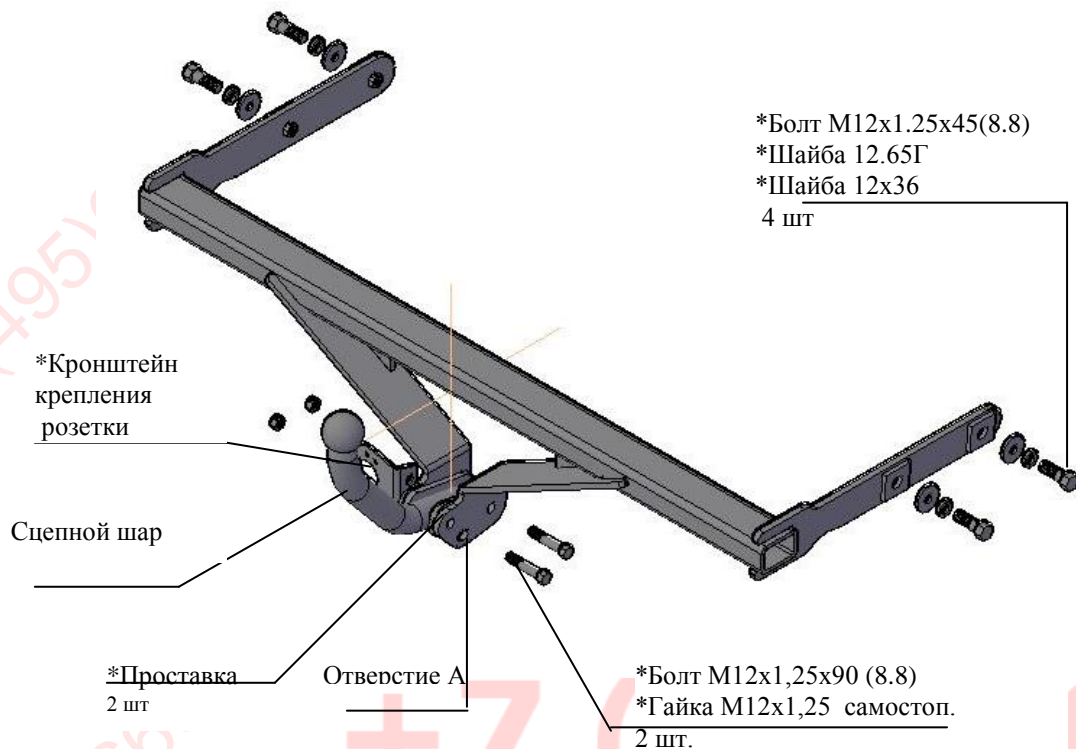

Рис.1 Тягово-цепное устройство 7730.
2.1 ТСУ 7730 в сборе (рис.1)	1 шт.
2.2 Пакет с комплектующими (см. рис.1)	1 шт.
4.5 Установить сцепной шар и кронштейн крепления розетки, при этом с обеих сторон шара установить проставки (см.рис.1), используя болты М12х1,25х90 и гайки самостопорящиеся.